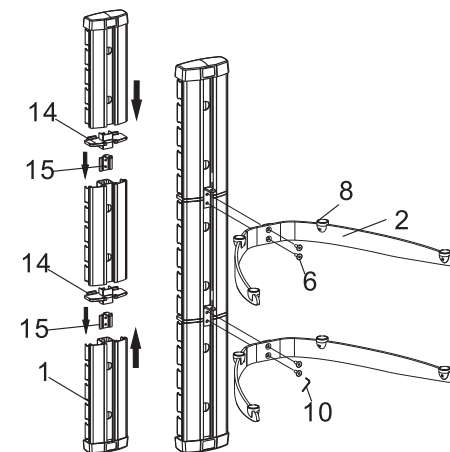

Fig 2
Ensamble los tres soportes formando un soporte de pared Fig.2. Posteriormente elija la altura de los soportes de estantes y fijelos utilizando los tornillos para soporte (6) fijando correctamente utilizando la llave allen 3x3mm (10). No apriete excesivamente los tornillos ya que pueden sufrir daño.